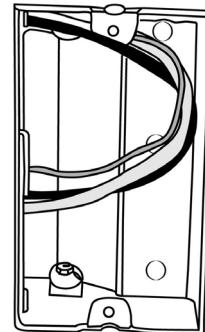

Figure 3
3. Compléter l'installation électrique selon le code (Figure 3).